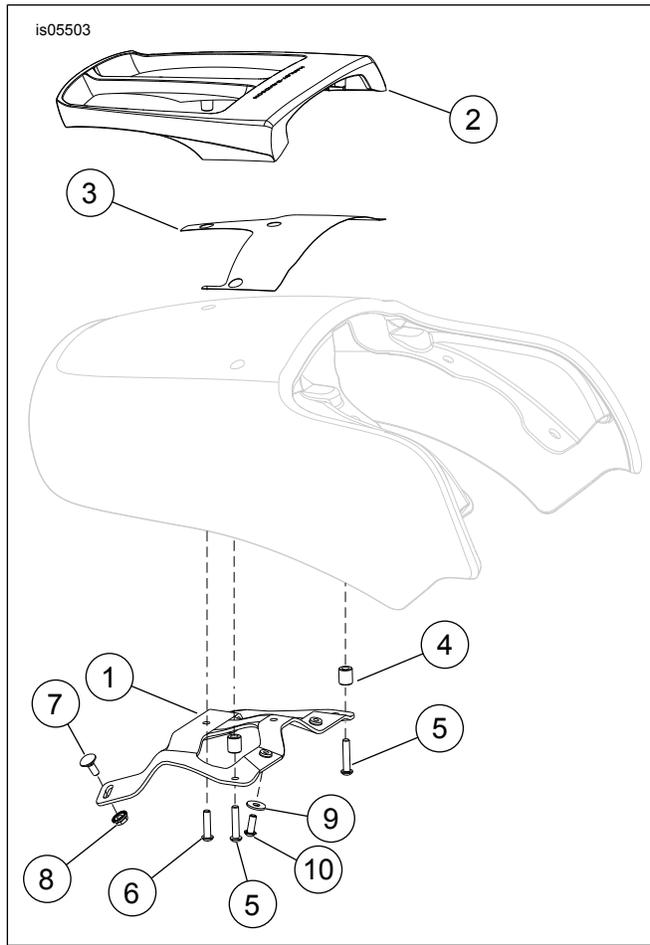

Abbildung 5. Ersatzteile: VRSCF-Gepäckträger
Siehe Abbildung 5 und Tabelle 1.
5. Siehe Abbildung 5. Das Kreppband von den Löchern abziehen und das Schutzklebeband (3) auf die lackierte Fläche aufbringen; dabei die gebohrten Löcher zur Ausrichtung verwenden.
7. Siehe Abbildung 5. Distanzstücke (4) in die vorderen Befestigungspositionen des Schutzblechs einsetzen.
8. Die Gepäckträgerhalterung (1) zu den Distanzstücken ausrichten. Die Schrauben (6) anbringen und von Hand anziehen.
9. Die beiden Schrauben (5) an den vorderen Befestigungspositionen anbringen und von Hand anziehen.
14. Siehe Abbildung 5. Die beiden Schrauben (10) und flachen Unterlegscheiben (9) durch die Löcher in der Sitzschale und in die Anschweißmuttern an der Gepäckträger-Stützhalterung (1) einschrauben. Von Hand anziehen.
17. Siehe Abbildung 5. Muttern (8) und Schrauben (10) auf ein Drehmoment von 7–9 N·m (62–80 **in-lbs**) anziehen.